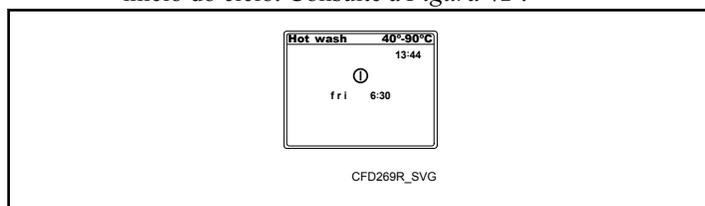

Figura 42
6. Aperte a tecla de Start (iniciar)/Stop (parar). Consulte a *Figura 19* . Aparece a tela de horário pré-definido de início do ciclo. Consulte a *Figura 42* .